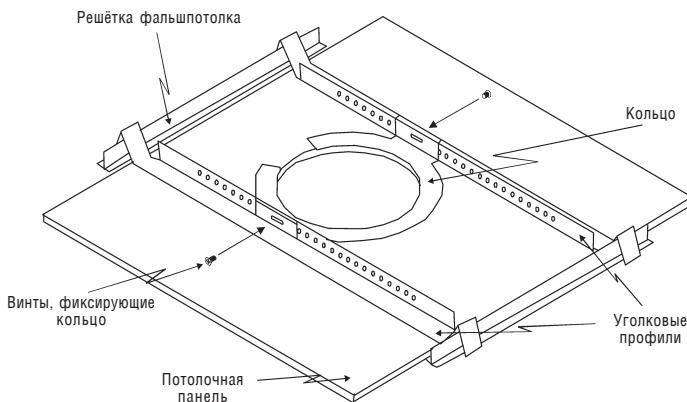

Рис. 2. Установка громкоговорителей в потолок
- 1 Разместите кольцо на отверстии, выпиленном в панели (со стороны «потолка»). Держатели на кольце разместите параллельно будущим уголковым профилям (см. рис. 2).